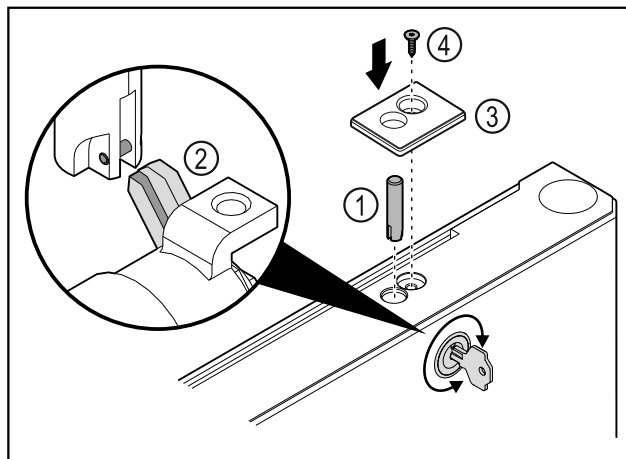

Fig. 47
- Vendosni kunjin e bravës Fig. 47 (1).
- Rrotulloni lehtë bravën, në mënyrë që kunji i bravës Fig. 47 (2) të futet në kanalin e bravës.
- Vendosni kapakun mbulues Fig. 47 (3).
- Vendosni vidën Fig. 47 (4).